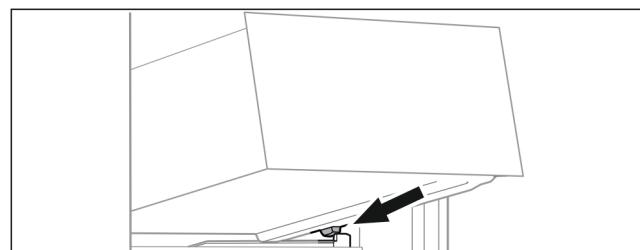

Fig. 67
- Placer le tiroir, en l'inclinant, derrière les butées sur la nervure de récipient. (voir Fig. 67)